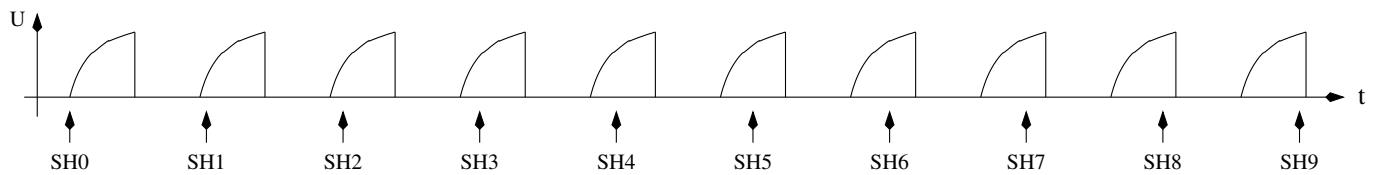

Abbildung 5.30. Abtasten eines Spannungsverlaufs mit der Samplingmethode
Der Funkamateur Pieter-Tjerk (PA3FWM) hat für die Messung sehr kleiner Kapazitäten ($< 100\text{pF}$) mit hoher Auflösung die Fähigkeiten des Testers um die Sampling ADC Methode erweitert. Die Wandlungsdauer des ADC reicht eigentlich nicht aus, um schnelle Vorgänge abtasten zu können. Bei der Abtastung der Spannung wird das Eingangssignal aber zu einer exakt festgelegten Zeit abgetastet, der Sample und Hold Zeit (SH). Der ADC braucht für eine komplette Wandlung 13 Takte, wobei der ADC Takt durch Teilung des Prozessortaktes durch 128 oder 64 gewonnen wird. Die Abtastung des Spannungswertes findet immer genau bei ADC-Takt Nummer 1.5 statt. Wenn nun das abzutastende Spannungssignal immer wieder neu erzeugt werden kann, kann man durch Verschiebung der Abtastzeit das komplette Signal mit dem Raster der Verschiebung abtasten. Eine normale ADC-Wandlung dauert bei 8 MHz Prozessortakt $13 \times 64 = 832$ Taktzyklen. Wenn das Signal nun mit einem 831 Takten Zyklus wiederholt wird, würde die ununterbrochene ADC-Wandlung (Freilauf-Modus) das Signal bei jeder fortlaufenden Wandlung einen Prozessortakt später abtasten. Mit dieser Methode muß dafür gesorgt werden, daß die erste ADC-Abtastung des Signals zu der gewünschten Startzeit beginnt. Die Zeiten der fortlaufenden ADC Werte verschieben sich dann jeweils um einen Prozessortakt relativ zum neu erzeugten Signal. Wenn die Wiederholung des Signals gut gelingt, entspricht das aus vielen Signalwiederholungen zusammengesetzte Signal dann dem ADC Signal, das mit Prozessortakt (8 MHz) abgetastet und gewandelt würde. Die Abbildung 5.30 zeigt das Prinzip der Abtastung mit einem zehnmal wiederholten Signal um daraus 10 Abtastwerte (SH0 - SH9) zu gewinnen. Für den wirklichen Fall ist die relative Zeitverschiebung der aufeinanderfolgenden Abtastungen viel geringer als dargestellt.